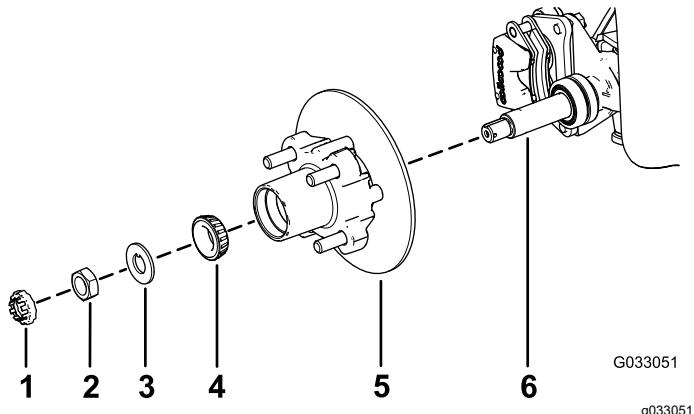

Figure 30
- Appliquez une fine couche de la graisse spécifiée sur la fusée (Figure 30).
- Montez le moyeu et le rotor sur la fusée en plaçant le rotor à l'intérieur (Figure 30).
- Montez le roulement extérieur sur la fusée et poussez le roulement contre la bague (Figure 30).
- Montez la rondelle-frein à languette sur la fusée (Figure 30).
- Vissez l'écrou de fusée sur la fusée et serrez l'écrou à 15 N·m tout en tournant le moyeu pour bien asseoir le roulement (Figure 30).
- Alignez les plaquettes de frein de chaque côté du rotor (Figure 26) et alignez également les trous dans le support d'étrier et ceux de la fixation du frein sur le porte-fusée (Figure 30).